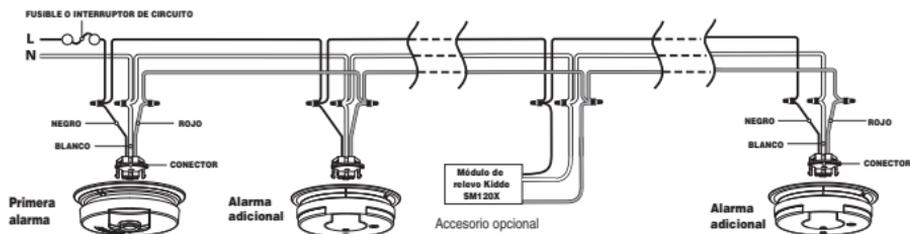

FIGURA 5 DIAGRAMA DE CABLEADO DE INTERCONEXIÓN
- La Figura 5 ilustra el cableado de interconexión. La conexión inadecuada ocasionará daños a la alarma, inoperatividad o una descarga eléctrica.
5. Instale la alarma en el soporte de montaje y rote la alarma en el sentido horario hasta que enganche en su lugar (esta función de enganche permite una alineación estética). (ver FIGURA 5).